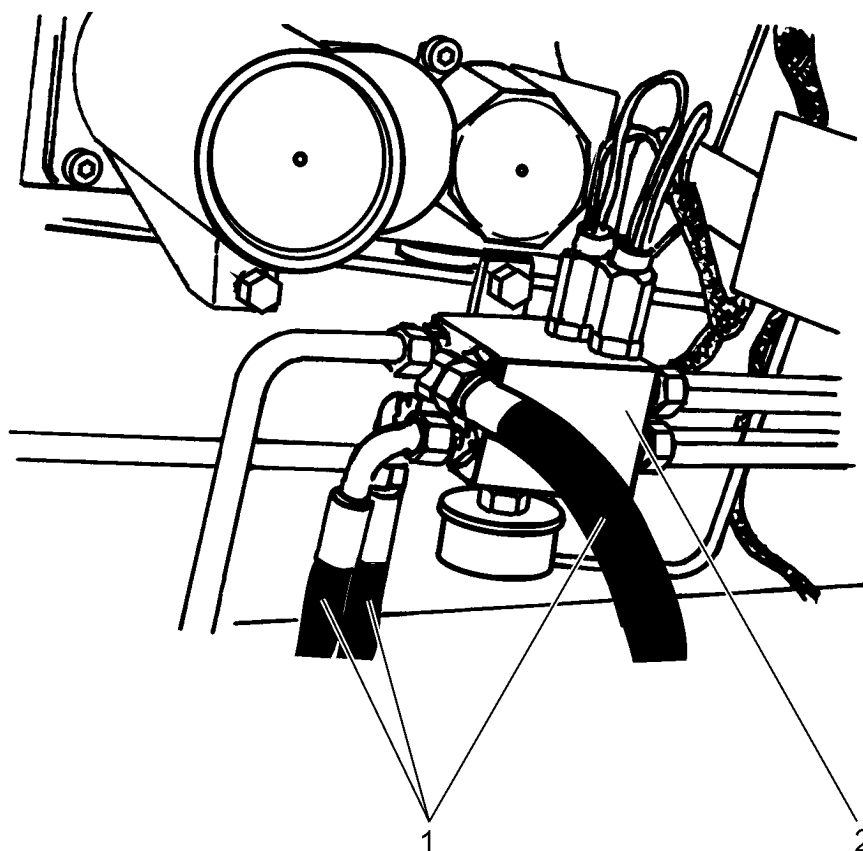

Рис. 13.5. Присоединительный блок пневмосистемы
12. Отсоединить пневмопроводы (1, Рис. 13.5.) от присоединительного блока (2).
6. Подсоединить пневмопроводы (1, Рис. 13.5.) к подсоединительному блоку (2).